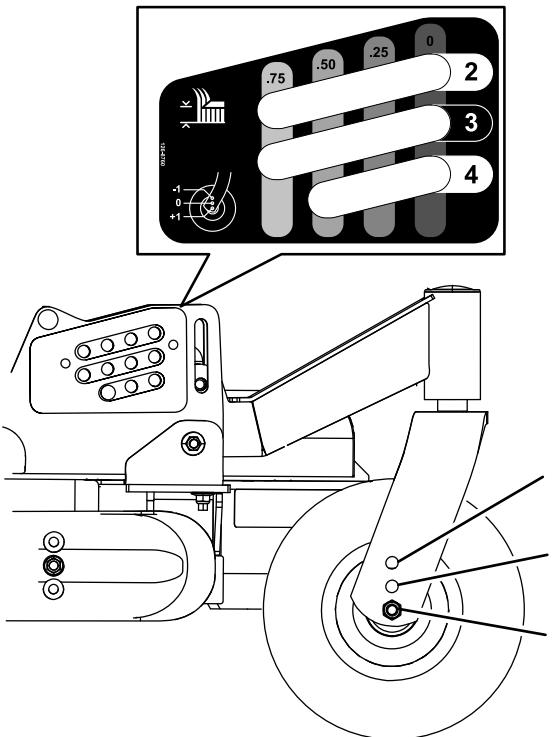

Figure 28
- Montez les roues de jauge avant et arrière dans le trou qui convient (voir le tableau ci-dessous, ainsi que la Figure 28), puis reposez les fixations.